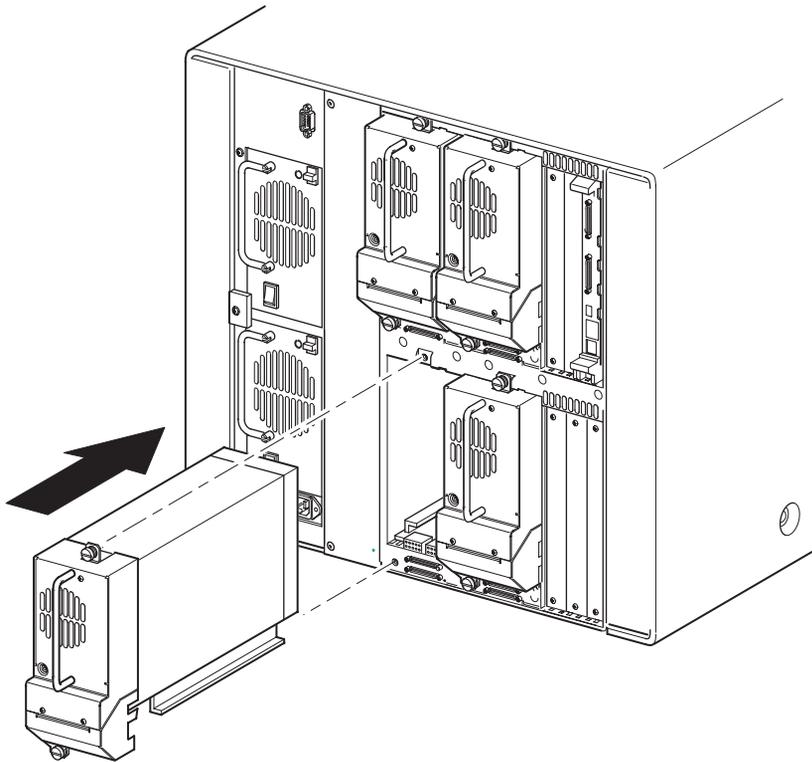

Figura D-2: Instalación de una unidad de cinta (modelo MSL5052)
3. Inserte lentamente la unidad de cinta en la bandeja de montaje. Asegúrese de que inserta completamente la unidad de cinta de manera que encaje en los conectores situados en la parte posterior de la biblioteca (consulte la Figura D-2).